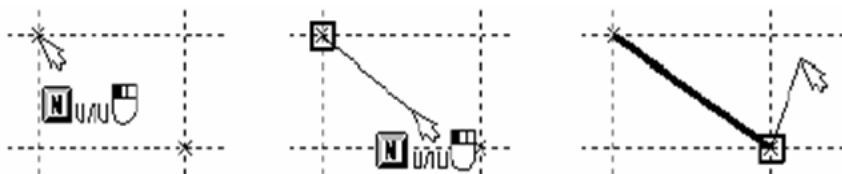

Рис. 8. Построение линий изображения
- выбрать конечный узел. После этого будет создана линия изображения между двумя узлами (рис. 8).